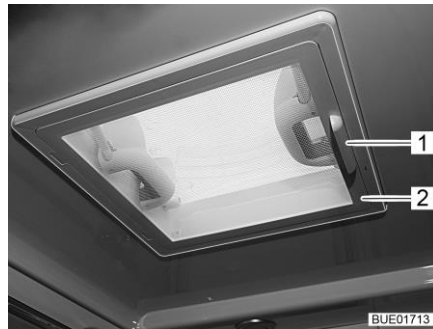

Fig. 112 Lanterneau à pousoirs
- Faire pivoter la moustiquaire (Fig. 112,2) vers le bas en la maintenant par la poignée (Fig. 112,1).